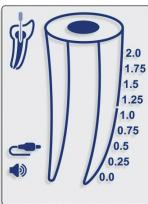

图 4
5.4.7. 将测量线缆插入设备,确保屏幕上显示线缆图标(图 4)。